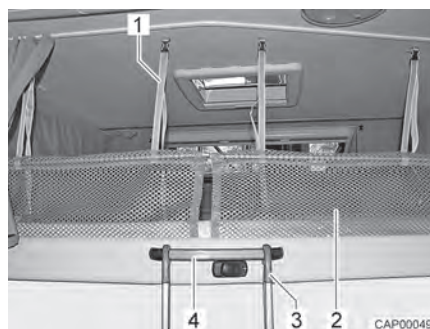

Bild 75 Stege och skyddsnät
- Haka fast stegen (Bild 75,3) med båda byglarna i handtaget (Bild 75,4) på den höjbara sängen.
**Skyddsnet** Skyddsneten (Bild 75,2) med fästremmarna befinner sig under madrassen. Skyddsneten ska först monteras när personerna som ska sova där befinner sig på den höjbara sängen.
*Hänga upp:* ■ Haka fast fästremmarna (Bild 75,1) i hållarna i taket.